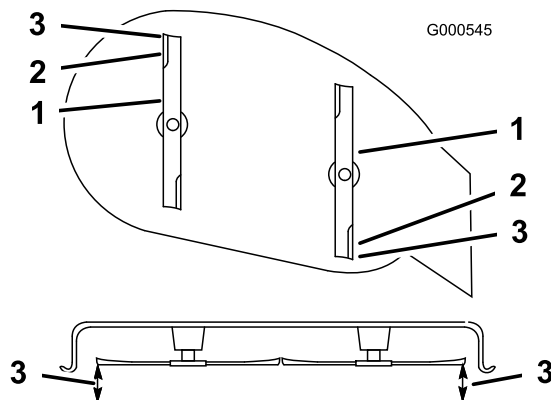

Figure 38
6. Mesurez la distance entre le haut de la lame avant et la pointe de la lame arrière par rapport à la surface plane (Figure 38). Si la pointe de la lame avant n'est pas de 1 à 6 mm plus basse que la pointe de la lame arrière, réglez le contre-écrou avant.
Remarque: Poursuivez le réglage de l'écrou jusqu'à ce que la pointe avant de lame soit de 0 à 6 mm plus bas que la pointe arrière (Figure 38).